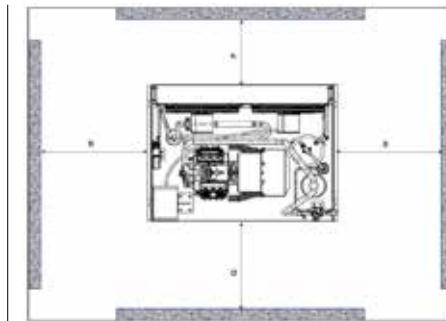

Figura 1 : Distâncias mínimas de montagem
**• Certifique-se de que haja espaço suficiente ao redor da unidade para circulação de ar e abertura de portas. Consulte a Figura 1 para conhecer os valores mínimos da distância em relação às paredes.**